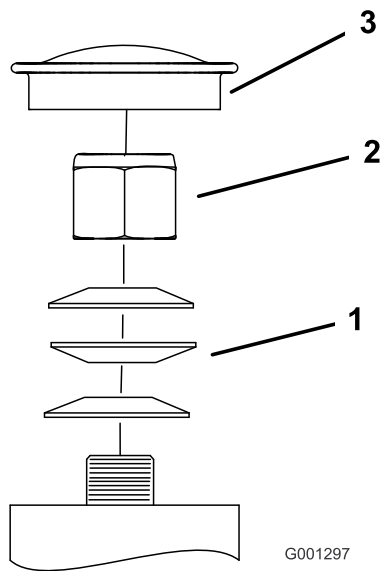

Bild 79
3. Entfernen Sie den Staubdeckel vom Laufrad und ziehen Sie die Sicherungsmutter an (Bild 79).
4. Ziehen Sie die Sicherungsmutter so weit fest, dass die Federscheiben flach liegen und schrauben dann um Viertelumdrehung zurück, um die Lager richtig vorzuspannen (Bild 79).
Wichtig: Achten Sie darauf, dass die Federscheiben richtig eingesetzt sind, siehe Bild 79.
5. Setzen Sie den Staubdeckel auf (Bild 79).